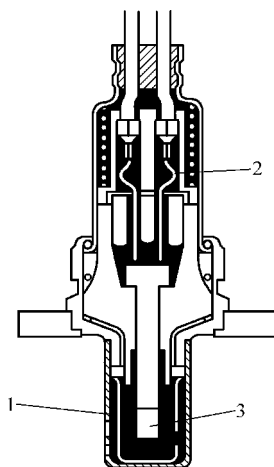

图 6-79 氧化钛式结构示意图
(2) 氧化钛式结构特点 氧化钛式氧传感器是利用二氧化钛材料的电阻值随废气中氧含量的变化而变化的特性制成的, 故又称电阻型氧传感器。二氧化钛式氧传感器的外形和氧化锆式氧传感器相似, 在传感器前端的护罩内是一个二氧化钛厚膜元件, 如图 6-79 所示。